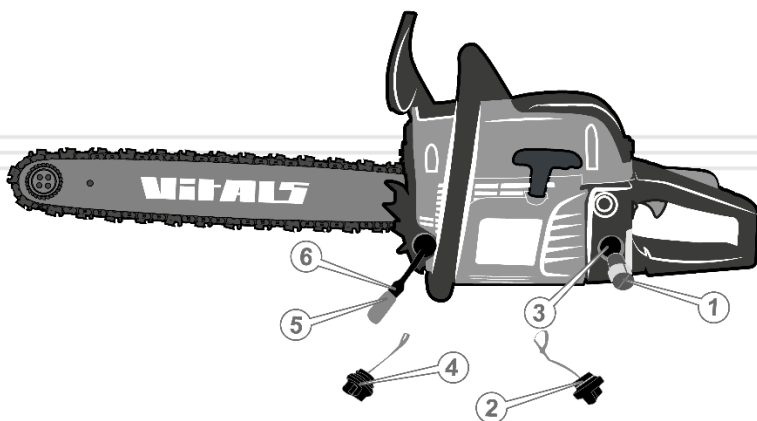

Рисунок 21. Обслуговування паливного та мастильного фільтра
1. Відкрутіть кришку (4, рис.21) та обережно витягніть її із паливного бачка.
2. Використовуючи дротяну петлю, обережно висуньте паливний фільтр (5, рис.21) із паливного бачка.
3. Акуратно від'єднайте паливний фільтр від паливопроводу (6, рис.21).
1. Відкрутіть кришку (2, рис.21) та обережно витягніть її із мастильного бачка.
2. Використовуючи дротяну петлю, обережно висуньте масляний фільтр (1, рис.21) із мастильного бачка.
3. Акуратно від'єднайте масляний фільтр від мастилопроводу (3, рис.21).